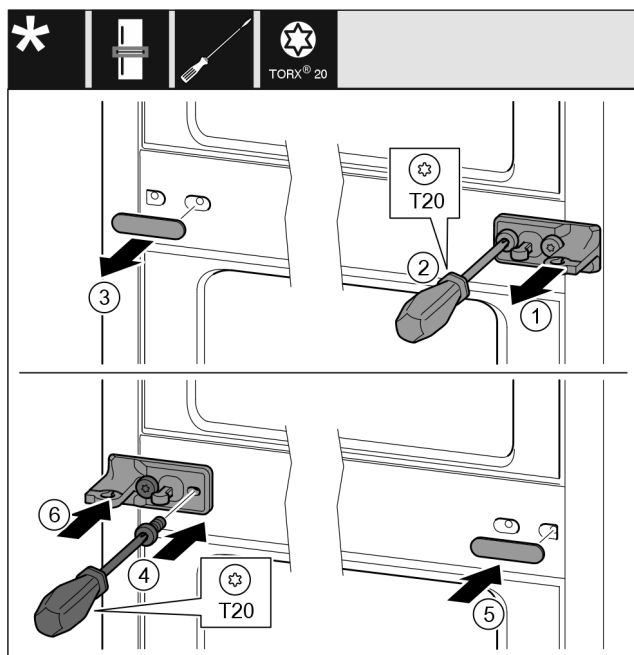

Fig. 13
- Snemite šipo Fig. 13 (1).
- Izvijte vijake Fig. 13 (2) z izvijačem.
- Previdno snemite pokrov Fig. 13 (3).
- Zategnite ležajni podstavek s folijo Fig. 13 (4), obrnjen za 180°, na drugi strani.
- Namestite pokrov Fig. 13 (5), obrnjen za 180°, na drugi strani.
- Nasadite šipo Fig. 13 (6) s sprednje strani.